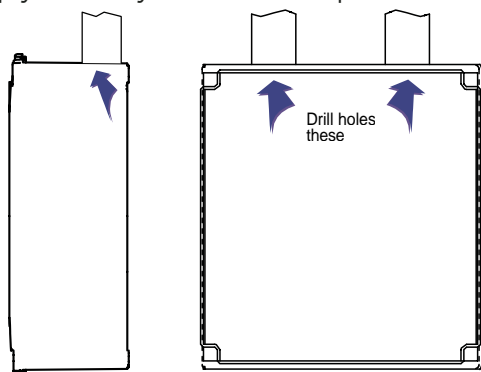

рис.2
❷ В основном корпусе просверлите отверстия для прокладки кабеля сверху или снизу как показано на рис. 2: